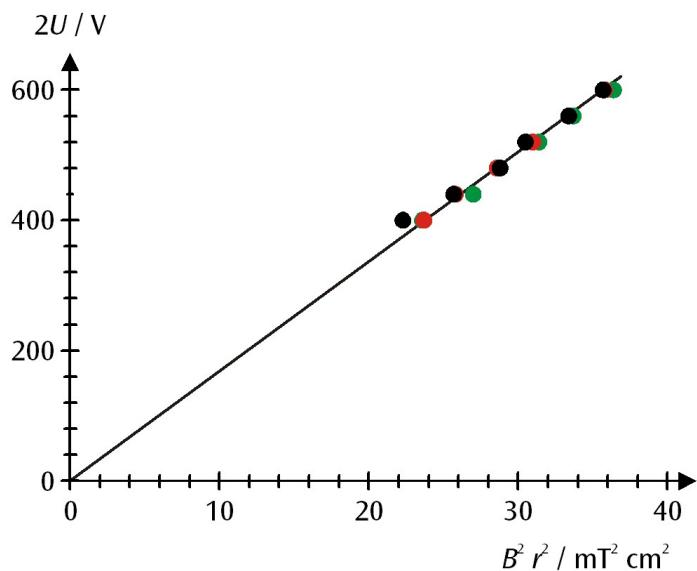

Fig. 3 Diagramme $r^2 B^2 - 2U$ des valeurs mesurées (noir : $r = 5 \text{ cm}$, rouge : $r = 4 \text{ cm}$, vert : $r = 3 \text{ cm}$)
- Pour évaluer les mesures, reportez les valeurs dans un diagramme r^2B^2-2U (voir la fig. 3).